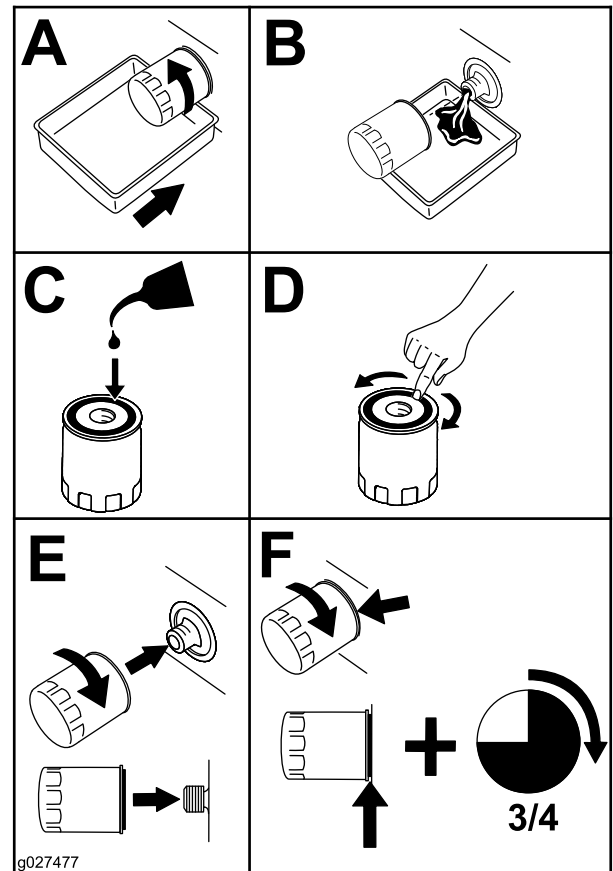

Figure 66
2. Remplacez le filtre à huile moteur (Figure 66).